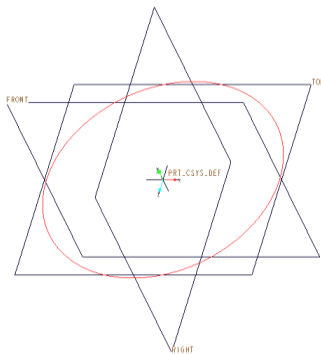

図 3-40 円のスケッチ完了
- ・メインツールバーで「再フィット」をクリックし、「保存したビューリスト」の「標準 方向」を選択して「スケッチ完了」をクリックして円のスケッチを図 3-40 のように完了する。
- ・図 3-40 のスケッチが選択された状態で（赤くハイライトした状態）、フィーチャーツールバーから「押し出し」ツールを開始する。